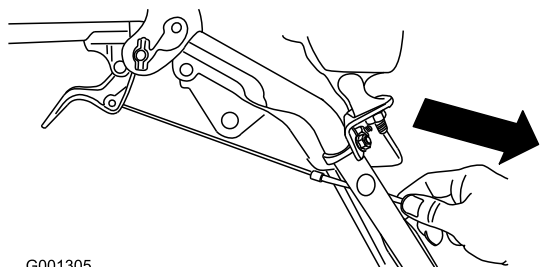

Figura 9
4. Tirate la guaina del cavo delicatamente verso il basso fino a quando la leva della frizione ruote non è abbassata ed è stato rimosso l'allentamento del cavo, poi serrate saldamente il dado del serrafilò (Figura 9).